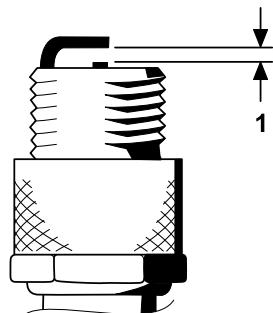

Figura 34
4. Impostate la distanza tra il centro e il lato degli elettrodi a 0,76 mm, come illustrato nella Figura 34.